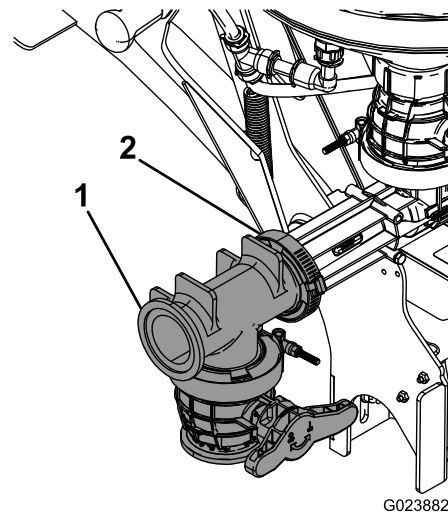

Bild 19
13. Schließen Sie das T-Ventil mit einer Dichtung und einer Wurmenschraubenklemme am Ejektor an (Bild 19).